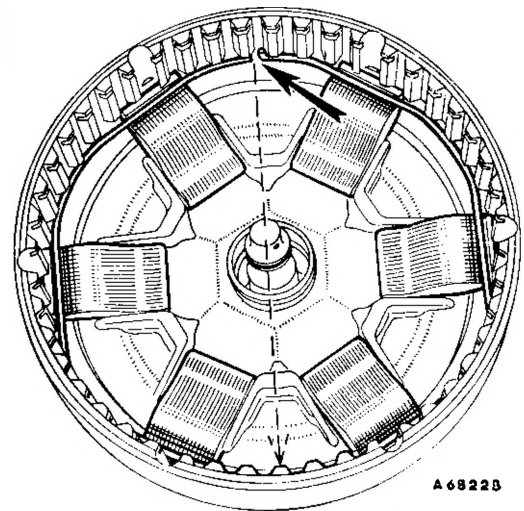
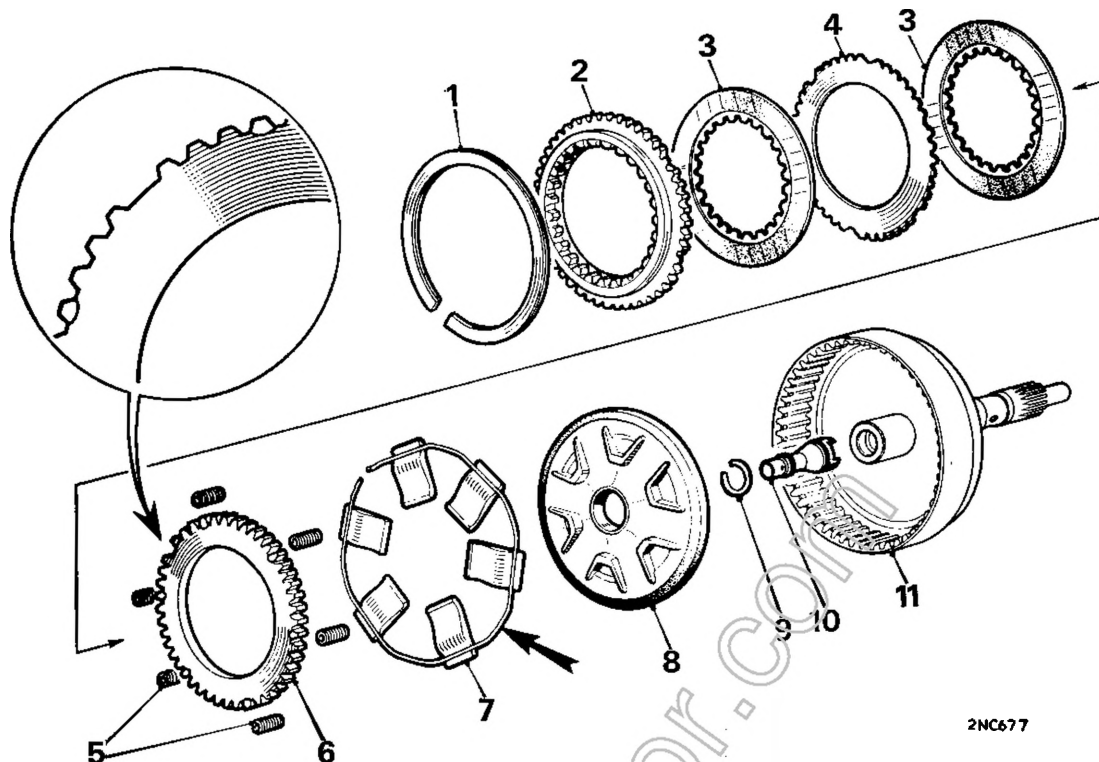
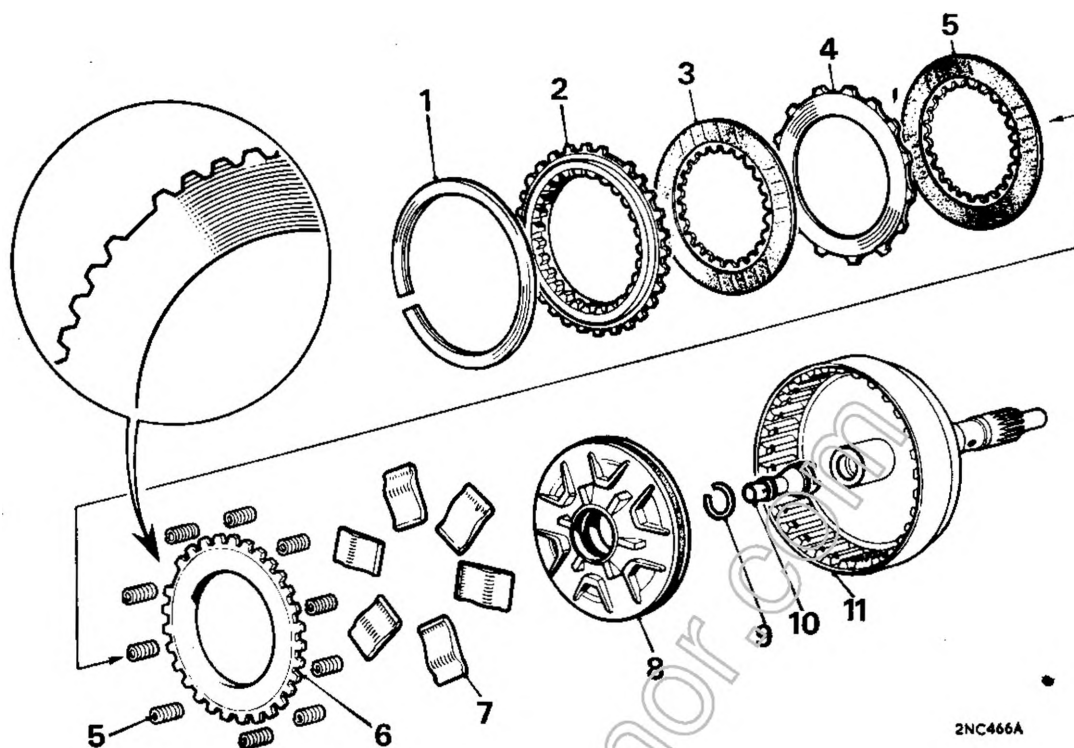

Fig. Fa. 40
Fig. Fa. 41
Fig. Fa. 43
ante-modifica ha 47 denti (vedi la figura Fa. 41); il tipo post-modifica ha 30 denti (vedi figura Fa. 43).
5. Togliere l' anello elastico (se installato) e le levette (vedi Fig. Fa. 41 alla pagina seguente).
11. Frizione a 47 denti: Disporre le levette e l' anello elastico (modelli precedenti) con il terminale dell' anello in questione disposto come indicato alla Fig. Fa. 40 (pagina precedente) e con il dente fresato sul disco di spinta in giusta posizione rispetto alle estremità dell' anello (vedi Fig. Fa. 41 alla pagina seguente). Montare il primo disco e le molle di richiamo del pistoncino.
12. Frizione a 47 denti: Montare i componenti rimanenti come indicato alla figura Fa. 41 con i sei denti fresati orientati verso le molle di richiamo del pistone.